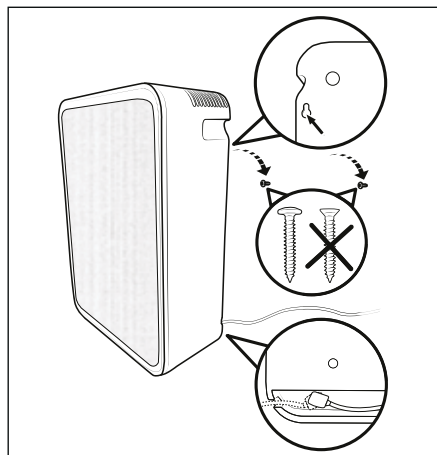

Fig. 4
- ◆ Skru en linsehovedskrue i hver af de to dyvler. Lad linsehovedskrueerne rage ca. 5 mm ud af dyvlerne, så der er plads nok til at hænge produktet op (se fig. 4).
- ◆ Sæt netadapterens ⑩ hulstik ind i tilslutningsstikket ⑤ på produktet (se fig. 4).
- ◆ Hæng produktet med de to ophængningsringe på de to linsehovedskruer (se fig. 4).
- ◆ Løft produktet lidt ud fra væggen. Træk netadapterens ⑨ ledning gennem produktets kabelskakt udvendigt til venstre eller højre (se fig. 4).